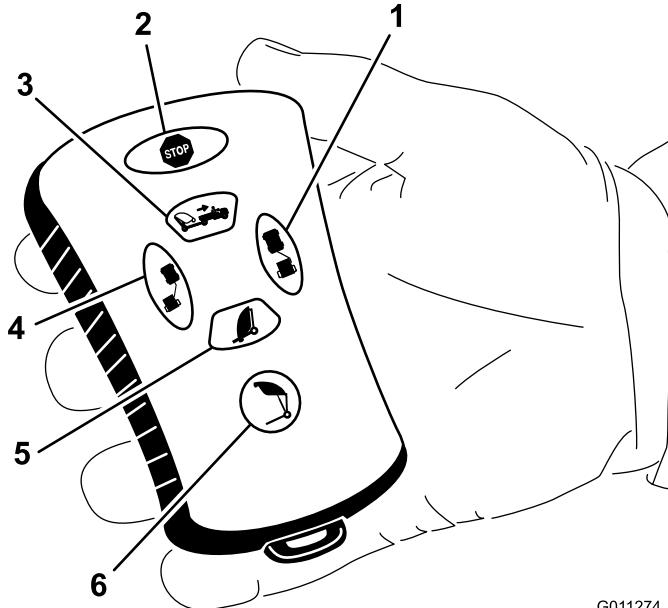

Figure 16
- Appuyez sur le bouton de vidage du bac (Figure 16).
- Appuyez ensuite sur le bouton de déport vers la gauche (Figure 16).
- Appuyez ensuite sur le bouton de déport vers la droite (Figure 16).
- Appuyez ensuite de façon continue sur le bouton de vidage du bac (Figure 16).
Pour déporter le balai-ramasseur vers la gauche, appuyez de façon continue sur le bouton de déport vers la gauche (Figure 16). Relâchez le bouton pour arrêter le déplacement vers la gauche.
Pour relever le bac, appuyez de sur le bouton de relevage du balai-ramasseur jusqu'à ce que le bac atteigne la hauteur voulue ou s'arrête à la hauteur prédéfinie (Figure 16).
Pour déporter le balai-ramasseur vers la droite, appuyez de façon continue sur le bouton de déport vers la droite (Figure 16). Relâchez le bouton pour arrêter le déplacement vers la droite.
Pour abaisser le bac, appuyez sur le bouton de descente du balai-ramasseur (Figure 16). Le bac peut être abaissé lorsqu'il est dans l'une des positions suivantes :